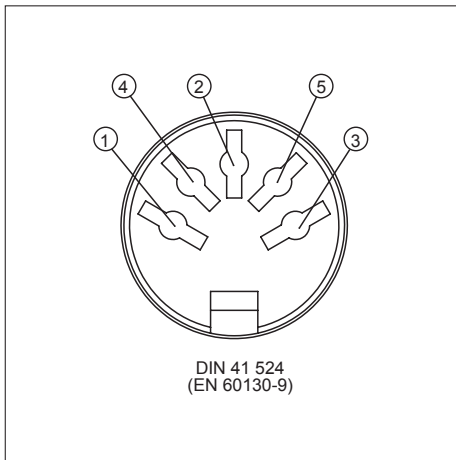

Fig.3 – Connexion de la prise
1. Branchez la fiche de déclencheur dans la prise d'entrée INPUT (B).
3. Connexion de la prise comme indiqué sur la **fig. 3**.